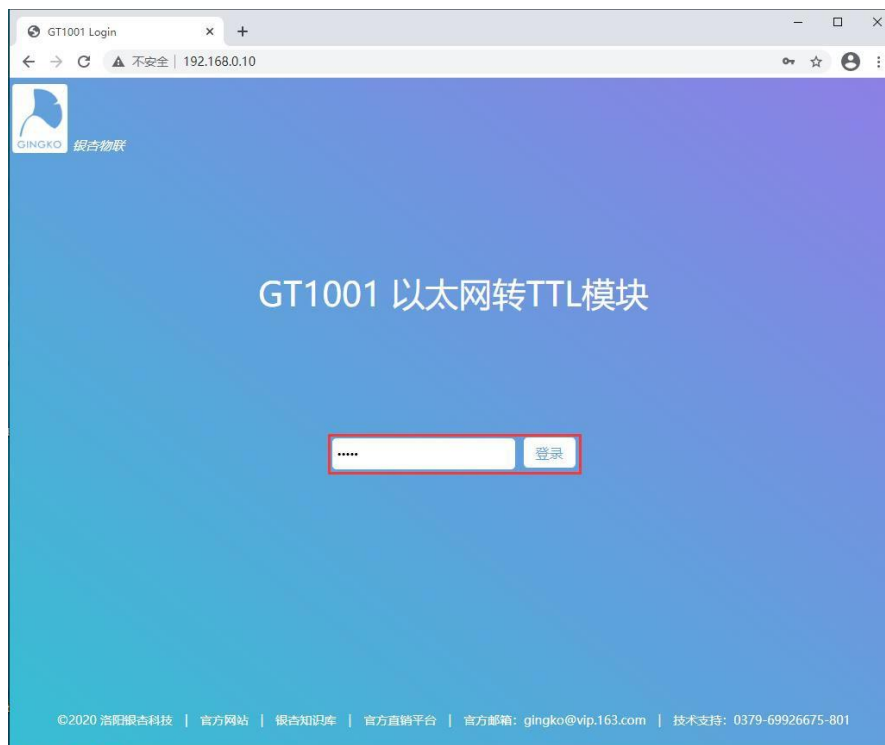

Abbildung 7-1 Anmeldebildschirm
(1) Stellen Sie im Benutzerprogramm-Modus die IP-Adresse des Computers auf 192.168.0.1 ein, öffnen Sie die Website, geben Sie die URL "192.168.0.10" ein (siehe Abbildung 7-1), geben Sie das Kennwort "admin" ein, und dann klicken Sie auf "Anmelden".